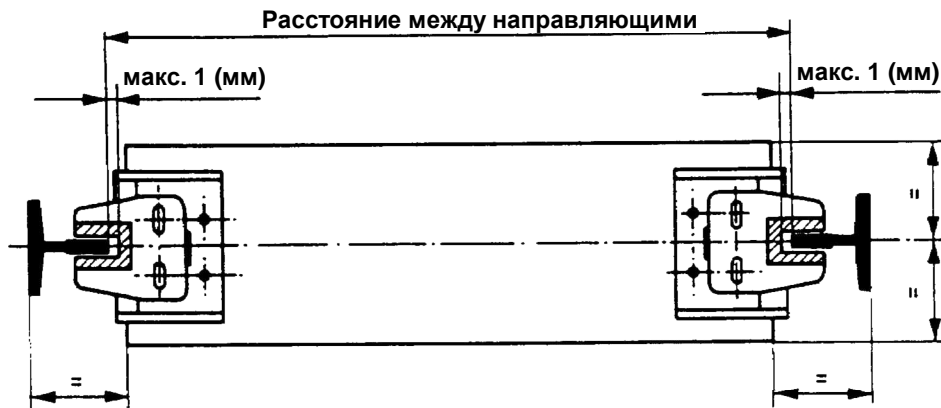

Рис. 4
7. Выровняйте подвеску кабины, используя **Рис. 4**.